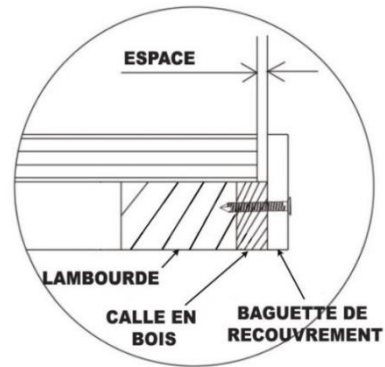

Figure 12
2. La baguette de recouvrement doit être installée à travers la calle en bois, voir Figure 12.